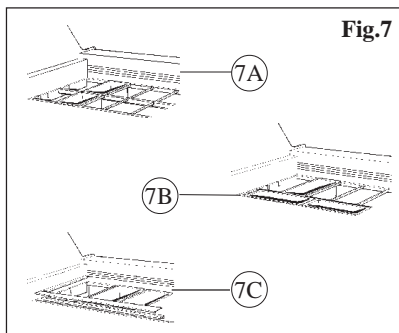

Fig.7
- posizionare quindi la barra centrale ed i distanziatori vaschette (fig.7 - 7A/7B/7C).
- position the central bar and the tub spacers (fig. 7 -7A/7B/7C).
- posez donc la barre centrale et les pièces d'entrouissage des bacs (fig.7 - 7A/7B/7C).
- klinken Sie den Methacrylshutz auf dem inneren Teil der Beleuchtungsröhre an, - dann die mittlere Tragstange und die Platte mit den Aussparungen in die Eisbehälter positionieren (Abb.7 - 7A/7B/7C).